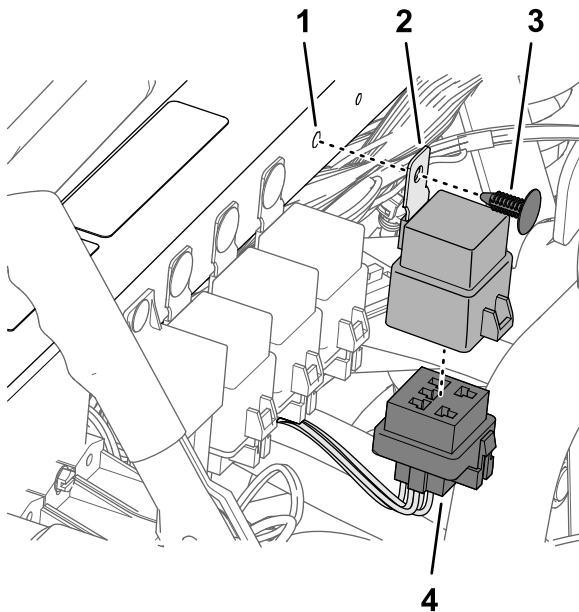

Figura 189
1. Conecte el conector de 5 pines del relé en el conector hembra de 5 vías (Figura 189) del arnés de cables del kit marcado ASC 10 ENABLE RELAY.
2. Alinee el orificio de la pestaña de montaje del relé con el orificio del tubo de sujeción del amortiguador, y sujete el relé al tubo con una grapa (Figura 189).